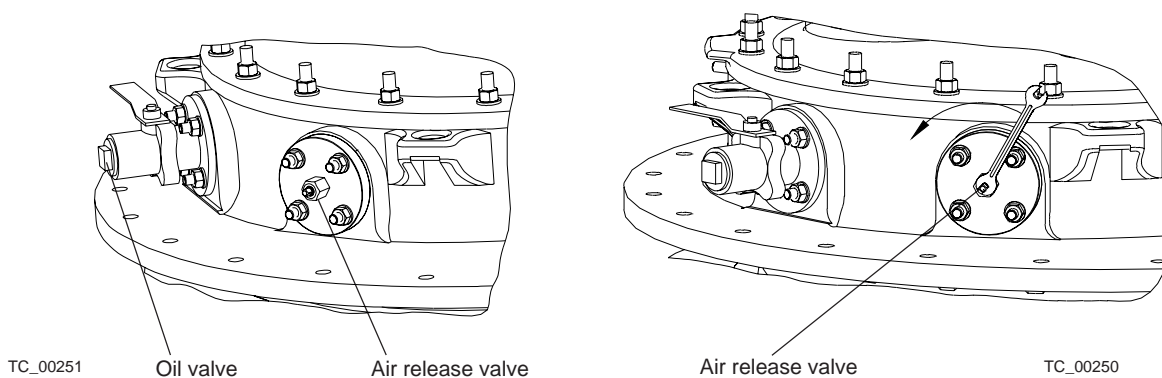

Fig. 44. Figures représentant le modèle UCL
2. Connecter la pompe à huile à la soupape d'huile (pour les dimensions des raccords, voir les schémas techniques du changeur de prises en charge). (Voir fig. 44).
Vidanger l'huile du carter du commutateur en branchant une pompe sur la soupape d'huile. Si nécessaire, ouvrir la purge d'air (voir fig. 44).